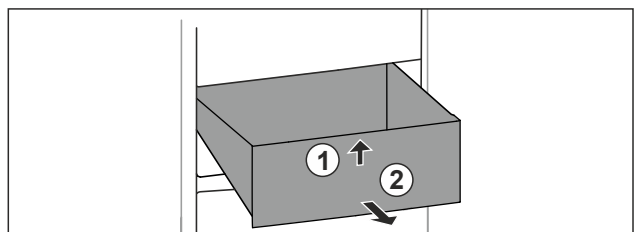

Fig. 101
- ▶ Повдигнете чекмеджето отпред. Fig. 101 (1)
- ▶ Извадете чекмеджето напред. Fig. 101 (2)